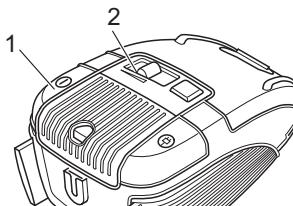

Abb. 12
3. Schalten Sie den Bodenstaubsauger am Ein-/Ausschalter (Abb. 12/1) ein.
4. Stellen Sie die Saugleistung am Saugleistungsregler (Abb. 12/2) ein.